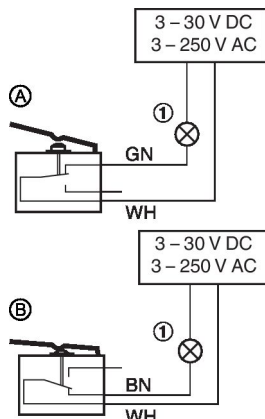

Fig. 9: Ejemplo de cableado del final de carrera
- Los interruptores de final de carrera se conectan siguiendo el esquema de conexión Fig. 9